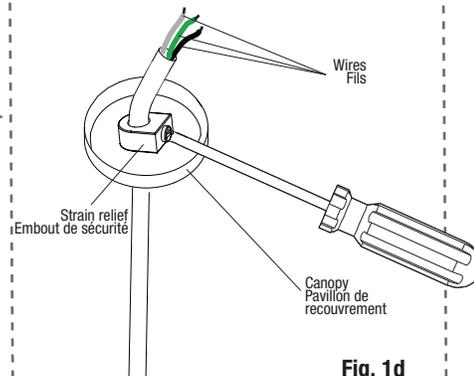

Fig. 1d
6. Ajuster la longueur du câble d'alimentation si nécessaire. Glisser l'embout de sécurité en dévissant la vis et couper le câble d'alimentation à la longueur désirée. Fixer le câble d'alimentation sur le pavillon de recouvrement en utilisant l'embout de sécurité (visser la vis de l'embout de sécurité pour bloquer le câble d'alimentation) (Fig. 1d).